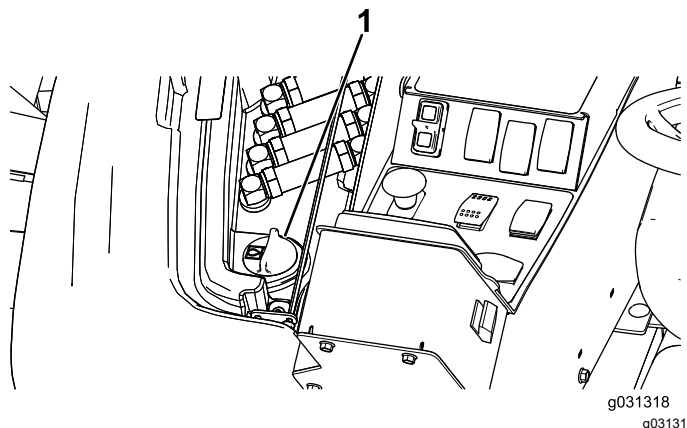

Figure 130
2. Du côté droit de la machine, soulevez le couvercle d'accès pour exposer le bouchon du réservoir hydraulique (Figure 130).
3. Nettoyez la surface autour du goulot et du bouchon de remplissage du réservoir hydraulique (Figure 130).